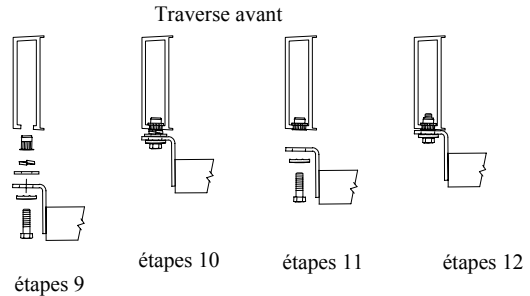

FIGURE 6.
10. POUR INSTALLER UN ÉCROU DE RIVET SUR LA TRAVERSE, PRESSER FERMEMENT L'ATTELAGE CONTRE LA TRAVERSE TOUT EN SERRANT LE BOULON HEX. 1/2-13 AU COUPLE DE 45 LB-PI. (L'ÉCROU DE RIVET SERA AINSI ENGAGÉ À FOND - VOIR FIGURE 6)